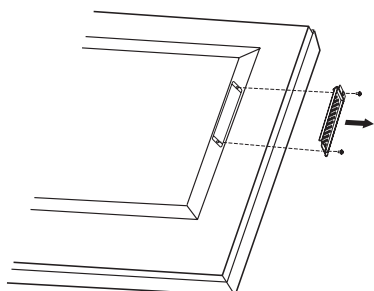

Figure 1
2. Retirez le couvercle du logement en dévissant les vis (Figure 1).